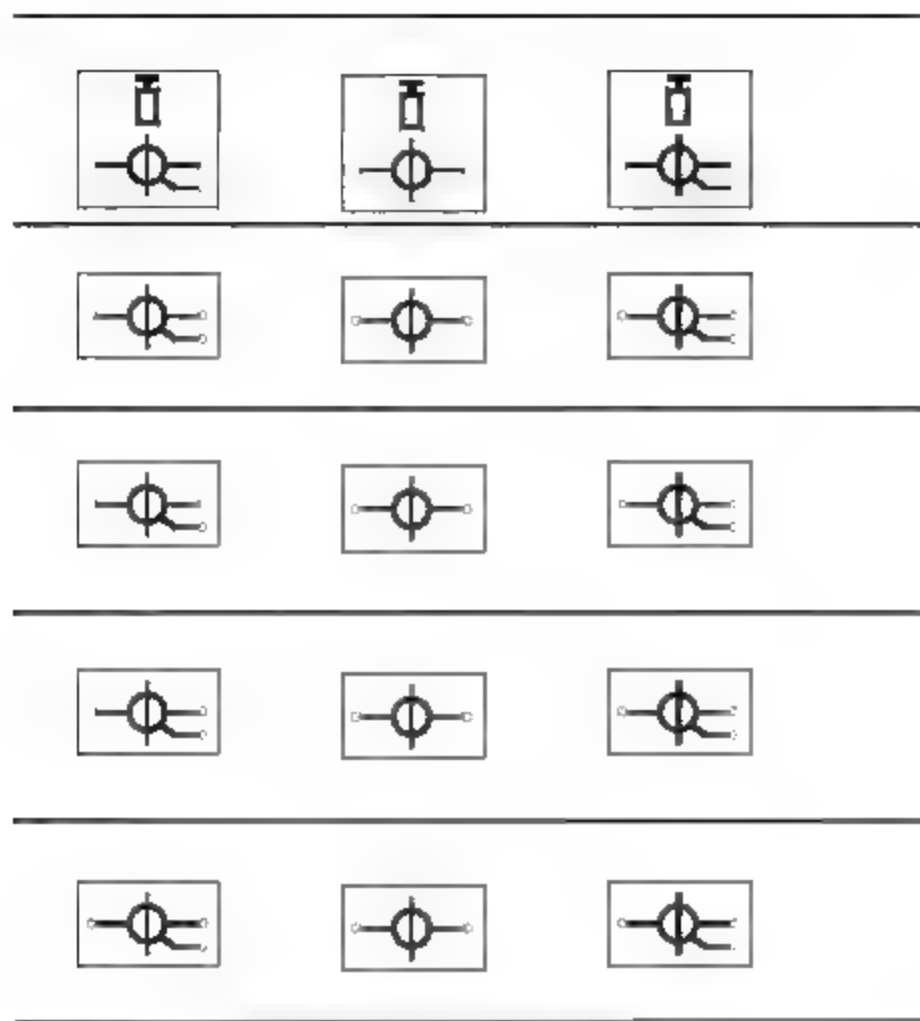

图13-34 绘制线路
**05** 调用PL【多段线】命令，设置起点宽度、端点宽度均为50，分别指定多段线的起点和端点，绘制线路的结果如图13-34所示。